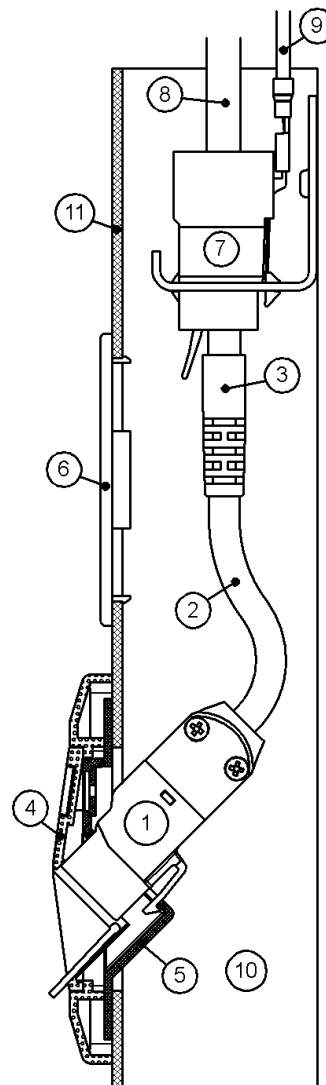

Abbildung 4 Einbau im Kabelkanal
Die nebenstehende Abbildung 4 zeigt eine typische Einbausituation in einem Kabelkanal ⑩. Der Netzwerkisolator EN-66K ① ist in eine auf die Kanalabdeckung ⑪ aufgesetzte, Keystone-kompatible Anschlussdose eingesetzt, die üblicherweise aus einem Tragrahmen ⑤ und einer Auslassblende ④ besteht. In das mit einem RJ45-Buchsenmodul ⑦ terminierte Ende des festverlegten Datenkabels ⑧ wird der RJ45-Stecker ③ des Netzwerkisolators eingesteckt. Bei einer Nachrüstung einer bestehenden Datenleitung mit einem Netzwerkisolator EN-66K, kann das bereits vorhandene RJ45-Buchsenmodul aus der Anschlussdose in den Kabelkanal ⑩ zurückgesetzt und für den Anschluss des Netzwerkisolators genutzt werden.